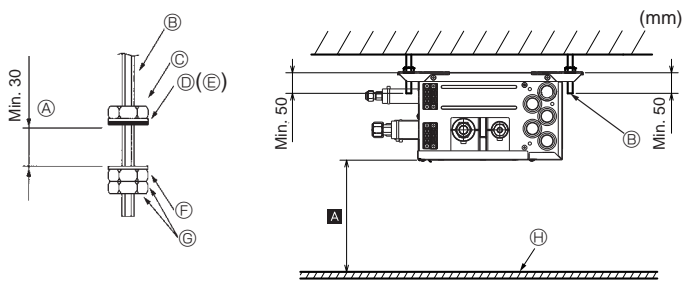

Fig. 6-1
- (2) Montera brickor och muttrar (①, ②, införskaffas lokalt) på upphängningsbultarna. (Fig. 6-1)
- (3) Häng upp enheten på upphängningsbultarna.
- (4) Dra åt muttrarna helt (kontrollera takhöjden).
- (5) Justera in avgreningsdosan i våg med hjälp av ett vattenpass.
- Ⓓ Bricka (med packning) ①
- Ⓕ Bricka (utan packning) ②